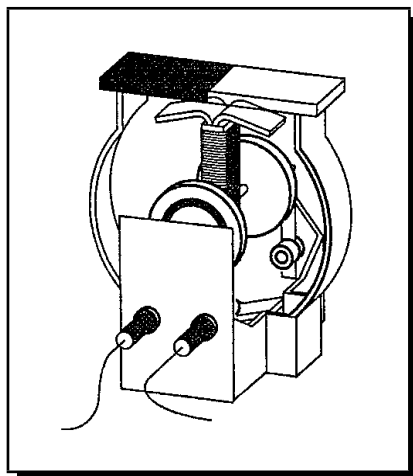

Figura 3.28: Ensamble del motor
- 1 Coloque el imán permanente en el modelo de motor de la Figura 3.28